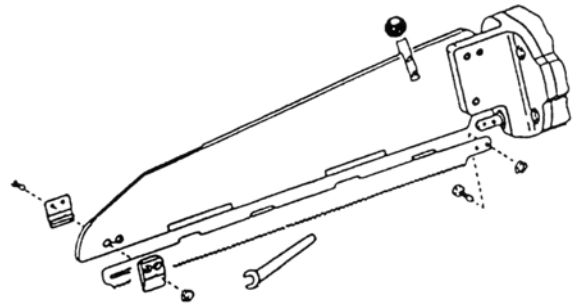

Abbildung 3: Sägeblattwechsel
- Beide Sechskantmuttern (siehe Anhang/Annex A.2 (S. 21), Nr. 96) vorne und hinten abschrauben und lose Teile samt Sägeblatt abnehmen (siehe Abb. 3)